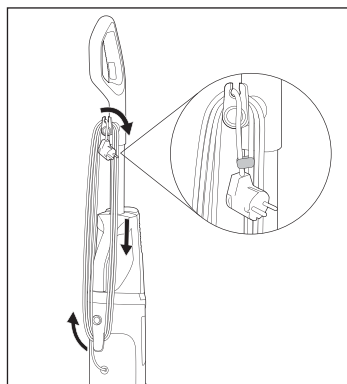

Fig. 44
- ♦ Enrolle el cable de red **17** completamente en los dos enganches del enrollacables **16/20** (consulte la fig. 44).